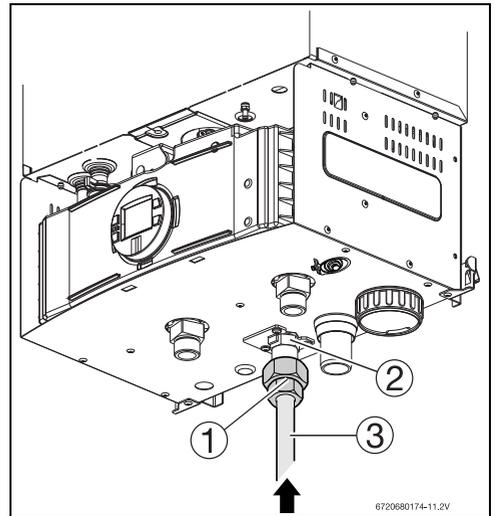

Fig. 25 Conexión del tubo de gas
Asegurar que las conexiones hidráulicas permitan el acceso a la tapa de condensados (Fig. 25 , pos. 1).